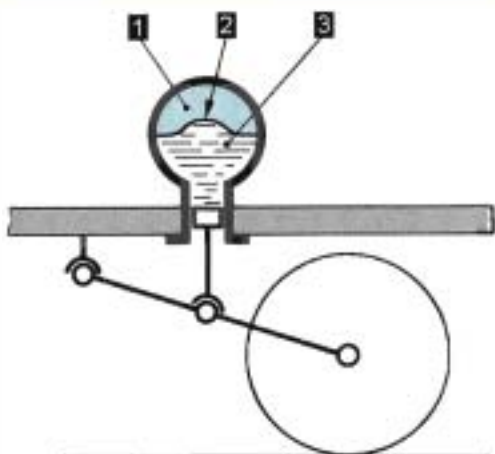

Figure 13.14 • Suspension hydropneumatique (Citroën).
• **Sphères hydropneumatiques** (figure 13.14). Une masse de gaz, généralement sous pression, est hermétiquement enfermée dans la partie supérieure d'une sphère d'acier. Sa partie inférieure est munie d'un cylindre. La sphère et son cylindre sont solidaires du châssis.
Un liquide – fluide hydraulique – séparé du gaz par une membrane déformable, assure la transmission entre le piston mobile et la masse gazeuse. C'est le cas de la suspension hydropneumatique chez Citroën (figure 13.14). La hauteur de coque peut être modifiée par variation de la quantité de liquide interposé. Ce système offre une **grande souplesse**. De plus, nous verrons plus loin qu'un gaz ne réagit pas de la même manière aux variations de charge qu'un ressort métallique.